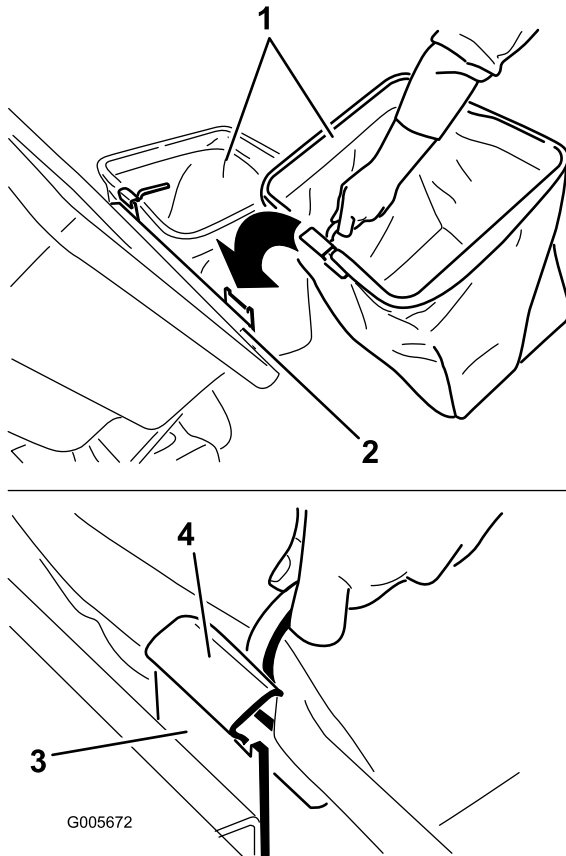

Figura 27
5. Instale las bolsas, colocando el enganche del bastidor de cada bolsa sobre los soportes de retención (Figura 27).